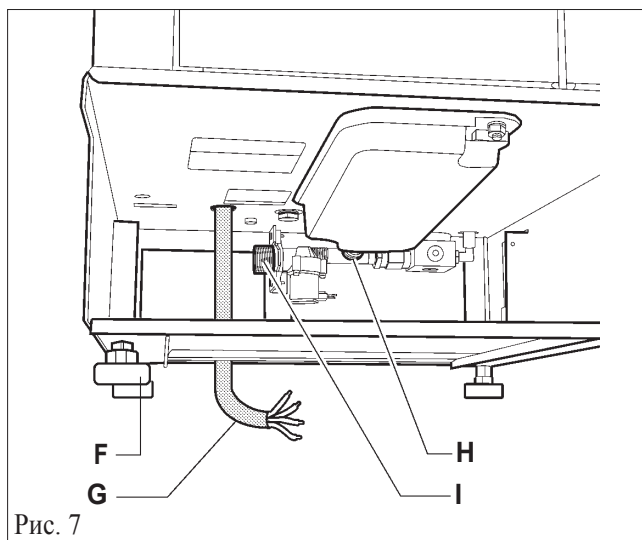

Рис. 7
¥ Положение кофемашины подстраивается с помощью четырех ножек (F - Рис. 7).
¥ Соедините дренажную трубу с поддоном (H - Рис. 7) и зафиксируйте соединение хомутом.
¥ Подключите автомат с помощью гибкой подводки к воде, используя штуцер входного клапана (I - Рис. 7).
✎ Просуньте электрический кабель (G - Рис. 7) в дырку (A).
✎ Подключите силовой кабель (G рис. 7) к розетке.